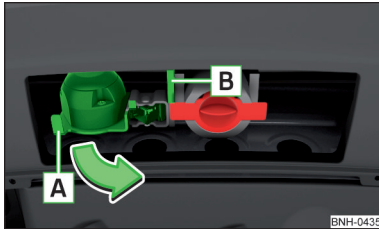

Abb. 140
- › Die 13-polige Steckdose am Griff **[A]** fassen und in Pfeilrichtung ausschwenken » **Abb. 140**.